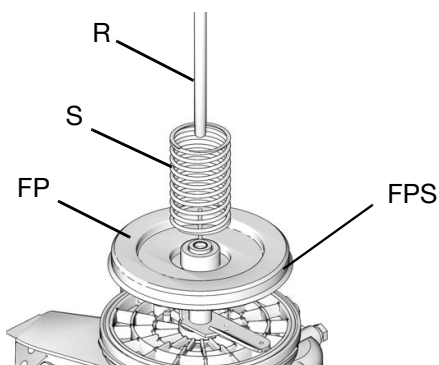

FIG. 3
1. Verifique que las siguientes piezas se retiren con el depósito (FIG. 3):
- Muelle (S)
- Plato seguidor (FP)
- Varilla (R)